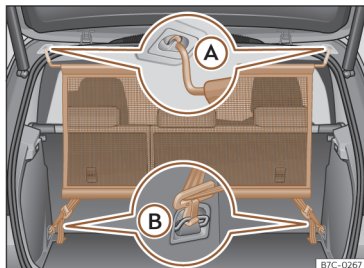

Fig. 164 Filet de séparation installé.
• Accrochez le filet de séparation dans le logement gauche du toit >>> fig. 164 (A). Assurez-vous de tirer la barre transversale vers le bas au-delà de la position haute.
• Accrochez le filet de séparation dans le logement droit du toit en comprimant la tige transversale >>> fig. 164 (A).
• Accrochez les deux crochets du filet de séparation aux œillets d'arrimage du coffre à bagages >>> fig. 164 (B) et serrez fermement les ceintures de fixation.